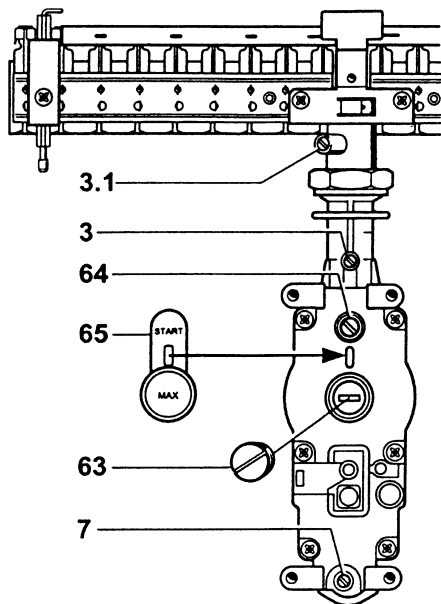

Рис. 51. ZSE/ZWE 24 – 3 MF K...
- Снять запломбированный колпак 65 (рис.51) с обоих винтов настройки газа.
- Снять запломбированный колпак 65, рис. 51, с обоих газонастроечных винтов.